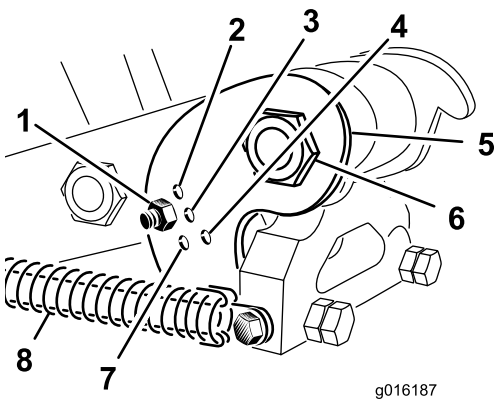

Figure 36
Réglez le support d'inclinaison (Figure 36) à la position correcte selon la longueur des louchets utilisés. La butée de la tête est réglée à l'une de cinq positions prédéterminées en choisissant le trou de boulonnage de la tige de réglage. Ces trous sont prédéfinis seulement ; par exemple, l'utilisation d'un louchet de 25,5 cm à la position 30,5 cm peut vous permettre d'obtenir une finition plus régulière, selon l'application.
3. Décrochez le ressort de la tête d'aération (Figure 36).
- Retirez l'écrou et le boulon des trous de réglages du support d'inclinaison (Figure 36).
- Tournez le support d'inclinaison jusqu'à ce qu'il soit en face du trou voulu dans le bras, puis posez le boulon et l'écrou (Figure 36).